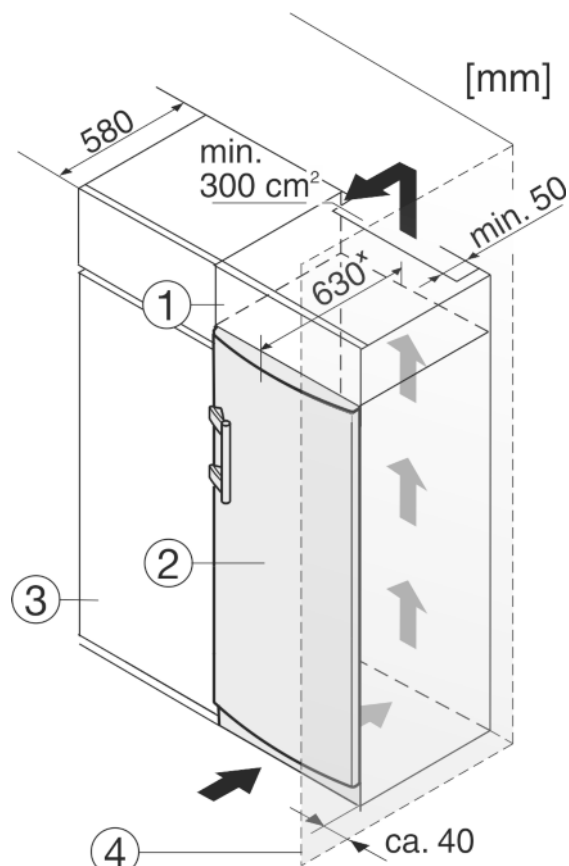

Fig. 12
- (1) Opbouwkast
- (2) Apparaat
- (3) Keukenkast
- (4) Wand
Het apparaat kan in keukenkasten worden ingebouwd. Om het apparaat Fig. 12 (2) aan de hoogte van het keukenblok aan te passen, kan boven het apparaat een opzetkast Fig. 12 (1) worden aangebracht.
Bij een ombouw met keukenkasten (diepte max. 580 mm) kan het apparaat direct naast de keukenkast *Fig. 12 (3)* worden geplaatst. Het apparaat staat aan de zijkant 34 mm * en in het midden van het apparaat 50 mm * tegenover de voorkant van de keukenkast.
Wanneer het apparaat met de scharnieren naast een wand *Fig. 12 (4)* wordt geplaatst, moet de afstand tussen het apparaat en de wand minimaal 40 mm bedragen. Dit komt overeen met de uitsteekmaat van de handgreep bij geopende deur.